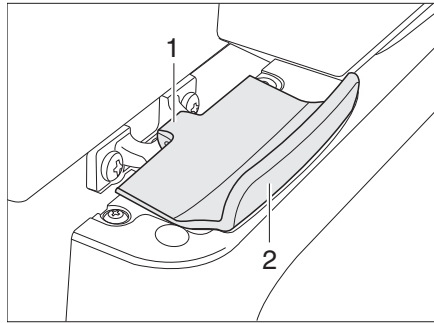

Bild 142 Lås till kylskåpsdörr, låst (Thetford)
- Öppna kylskåpsdörren med handtaget (Bild 142,2). Spärren (Bild 142,1) lossas automatiskt.